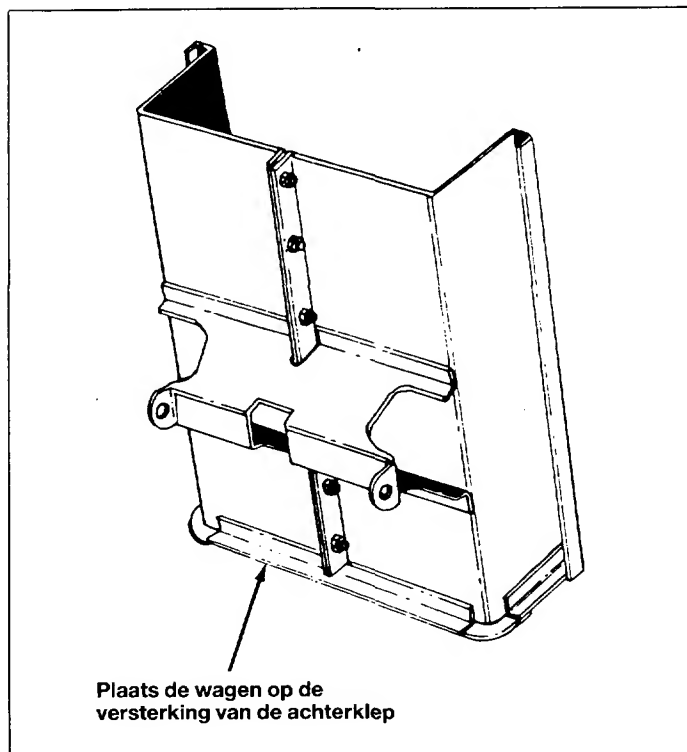

Fig. 7
12. De wagen optillen en met de versterkingen van de achterklep op de grond plaatsen. Monteer overeenkomstig punt 13 tot en met 21. Zie fig. 7.